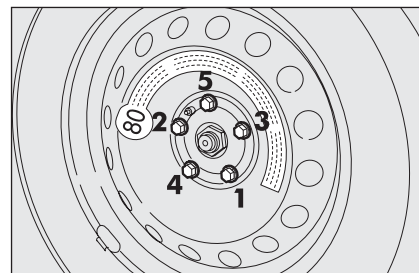

fig. 11
- ☐ utilizando la llave en dotación apriete a fondo los tornillos, pasando alternativamente de un tornillo al otro diametralmente opuesto, siguiendo el orden numérico ilustrado en la **fig. 11**.
- ☐ utilizando la llave en dotación apriete a fondo los tornillos siguiendo el orden numérico ilustrado en la **fig. 11**.
- ☐ baje el coche y quite el gato, luego, utilizando la llave en dotación, apriete a fondo los tornillos siguiendo el orden representado anteriormente para la rueda de repuesto (más pequeña que una rueda normal) **fig. 11**.